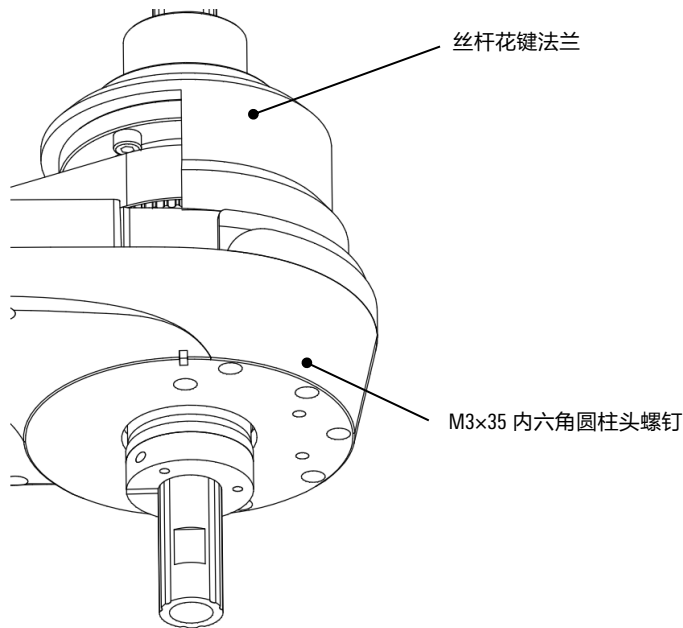
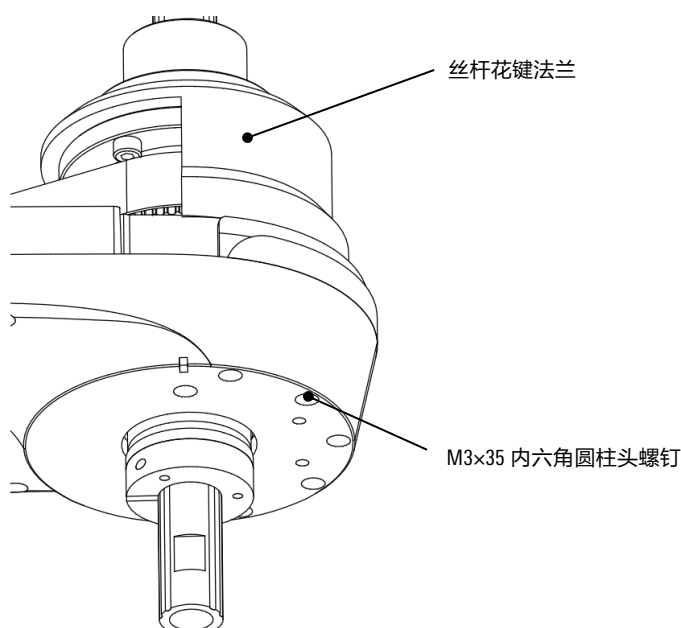

图 8-9 拆卸丝杆花键法兰示意图
图 8-15 拆卸丝杆花键法兰示意图
- 步骤6.** 用内六角扳手从小臂下端拆下安装丝杆花键法兰的 5 颗 M3×35 内六角圆柱头螺钉，向上活动丝杆花键法兰，如图 8-9 所示。
步骤5. 用内六角扳手从小臂下端拆下安装丝杆花键法兰的 5 颗 M3×35 内六角圆柱头螺钉，向上活动丝杆花键法兰，如图 8-9 所示从小臂下端拆卸掉固定丝杆花键法兰用的 5 颗 M3 螺钉，向上取下丝杆花键法兰，如图 8-15 所示。